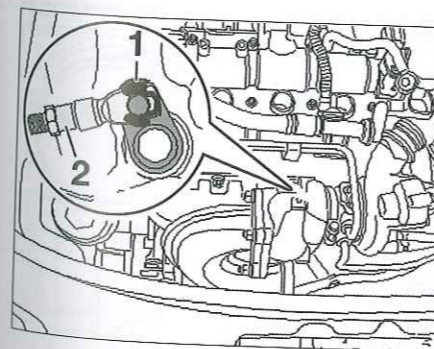

Fig. 58
- Separar la grapa (1) haciendo palanca y retirar la varilla de mando (2) (Fig.58).